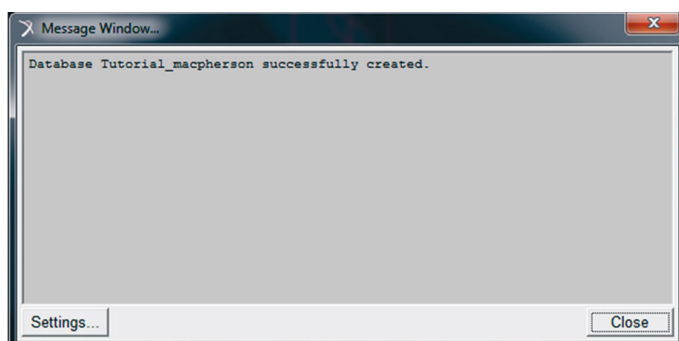

Figura 4.6 – Mensagem de alerta referente à criação do diretório de trabalho
- Uma mensagem de confirmação da criação do diretório será aberta apenas para verificação por parte do usuário (Figura 4.6). Caso a tarefa tenha sido executada com sucesso, clique em *Close*.